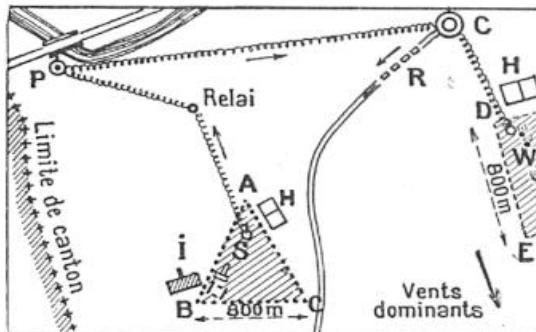

FIG. 8. — SCHÉMA DE L'ORGANISATION D'UN « CANTON » DE LA ZONE DES ARRIÈRES DE L'ARMÉE POUR LUTTER EFFICACEMENT CONTRE LES DESCENTES AÉRIENNES ÉVENTUELLES
Ces coups de mains ne pourraient guère se faire en force dans la zone des armées, en raison de la densité des troupes. Il n'en serait plus de même dans la zone de l'intérieur, où les formations militarisées sont plutôt éparses et rattachées à des places. Avant que les unités de celles-ci aient pu intervenir, les descentes aériennes (1) pourraient effectuer sans grands risques (fig. 8). Nous